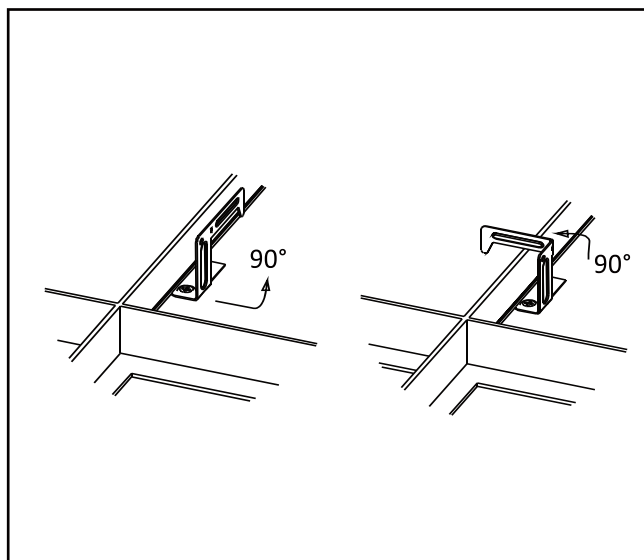

Figure 3.
6. Les agrafes de la grille sont fournies pour une rétention supplémentaire dans le système de plafond. Orienter les 4 languettes à l'arrière du luminaire sur la grille à profilé en T en pliant les languettes vers le haut à 90 degrés perpendiculairement à l'arrière du luminaire. Plier les languettes de vissage vers le cadre du plafond à profilé en T. Pour une meilleure sécurisation, visser une vis autotaraudeuse (non incluse) dans la languette de vissage et dans la grille à profilé en T (Fig. 3).